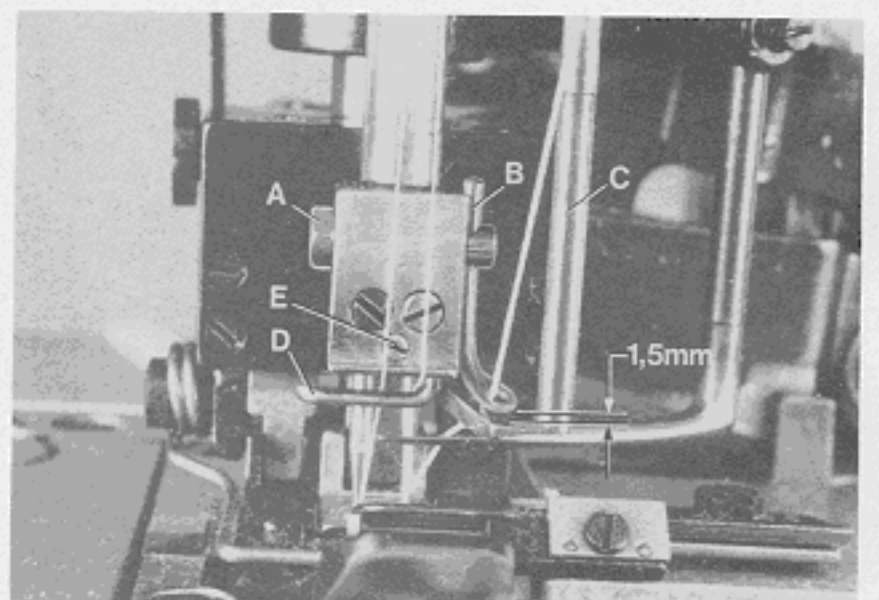

Fig.44
Rotate pulley until the needle bar is at the bottom of its stroke. Loosen nut (A, Fig. 44) and set the movable spreader thread guide (B) on needle holder to the distance of approx. 1,5 mm (1/16 in.) between spreader thread guide (C) and movable spreader thread guide (B). The eye of guide (B) should be positioned directly above the front end of the thread guide slot in the spreader thread guide (C) (see Fig. 44). Retighten nut (A).
Drehen Sie am Handrad bis die Nadelstange in ihrer untersten Stellung ist. Lösen Sie die Mutter (A, Fig. 44) und stellen Sie die bewegliche Legfadenführung (B) am Nadelhalter so, daß zwischen der Legfadenführung (C) und der beweglichen Legfadenführung (B) ein Abstand von etwa 1,5 mm ist und die Öse der Führung (B) direkt über dem vorderen Ende des Fadenführungsschlitzes der Legfadenführung (C) steht (siehe Fig. 44). Ziehen Sie die Mutter (A) wieder an.
Set the needle holder thread guide (D, Fig. 44) as close as possible to the needles without pinching the needle threads. For adjustment loosen screw (E) and set the thread guide as required, make sure that thread guide (D) clears spreader thread guide (C) when the needle bar moves up and down. Retighten screw (E).
Stellen Sie die Fadenführung (D, Fig. 44) am Nadelhalter so dicht wie möglich zu den Nadeln, ohne daß die Nadelfäden eingeklemmt werden. Nach Lösen der Schraube (E) kann die Fadenführung entsprechend gestellt werden, beachten Sie, daß die Fadenführung (D) nicht an der Legfadenführung (C) anschlägt, wenn die Nadelstange auf und ab geht. Ziehen Sie die Schraube (E) wieder an.